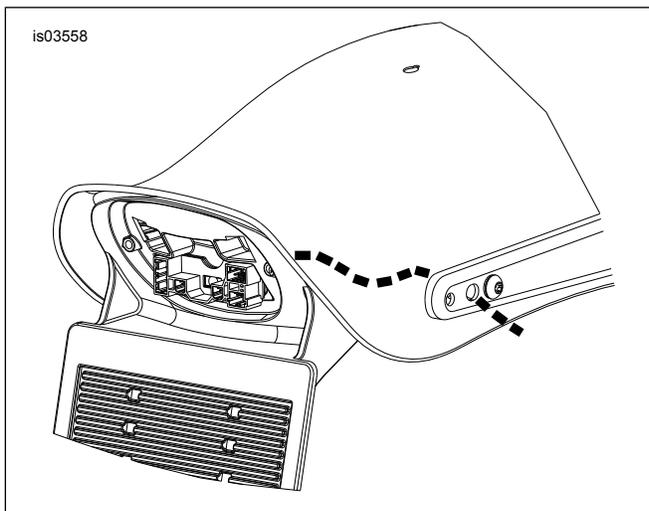
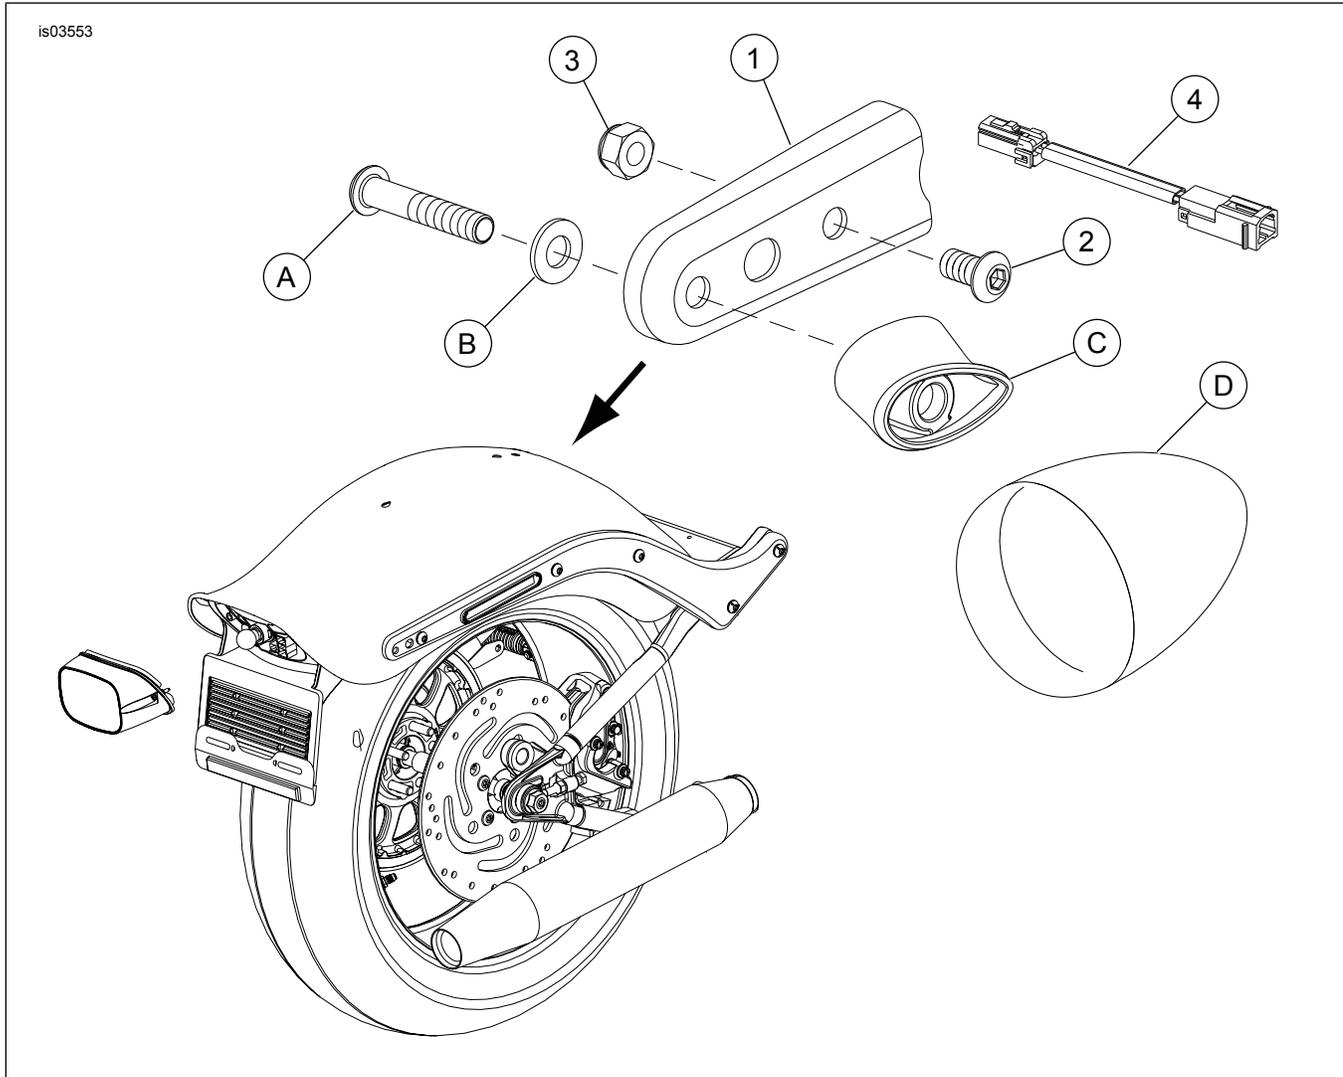

Figura 6. Ubicación del cableado a través del guardabarros trasero y del soporte
Figura 8. Piezas de servicio: kit softail de reubicación de las señales de giro delanteras
Vea la Figura 8 y la Tabla 1.
4. Vea la Figura 8. Quite el tornillo de fábrica (A) y la arandela (B) del soporte de la señal de giro (C).
5. Tire y separe la señal de giro (D) y el soporte de la señal de giro del soporte del guardabarros.
6. Vea la Figura 6. Quite la señal de giro y los cables del vehículo pasando el cableado y el conector de la señal de giro a través de los agujeros en el guardabarros trasero y el soporte del guardabarros. Cuidadosamente pase los cables a través de los agujeros para asegurarse de que no se dañen.
2. Vea la Figura 8. Inserte el tornillo (A) y arandela (B) de fábrica a través del agujero trasero de la pieza de soporte de reubicación (1) y del soporte de la señal de giro (C).
3. Enrosque el tornillo (A) en la señal de giro (D). Apriete a 16,3-21,7 N·m (12-16 lb-pie).
4. Alinee la pieza de soporte de reubicación (1) con la parte trasera del soporte del guardabarros e instálela con el tornillo (2) y tuerca (3) del kit. Apriete la tuerca a 16,3-21,7 N·m (12-16 lb-pie).
6. Vea la Figura 8. Conecte el conector macho de la extensión del arnés (4) dentro del conector de la señal de giro. Después conecte el conector hembra de la extensión de arnés en el conector correcto de la plaqueta.